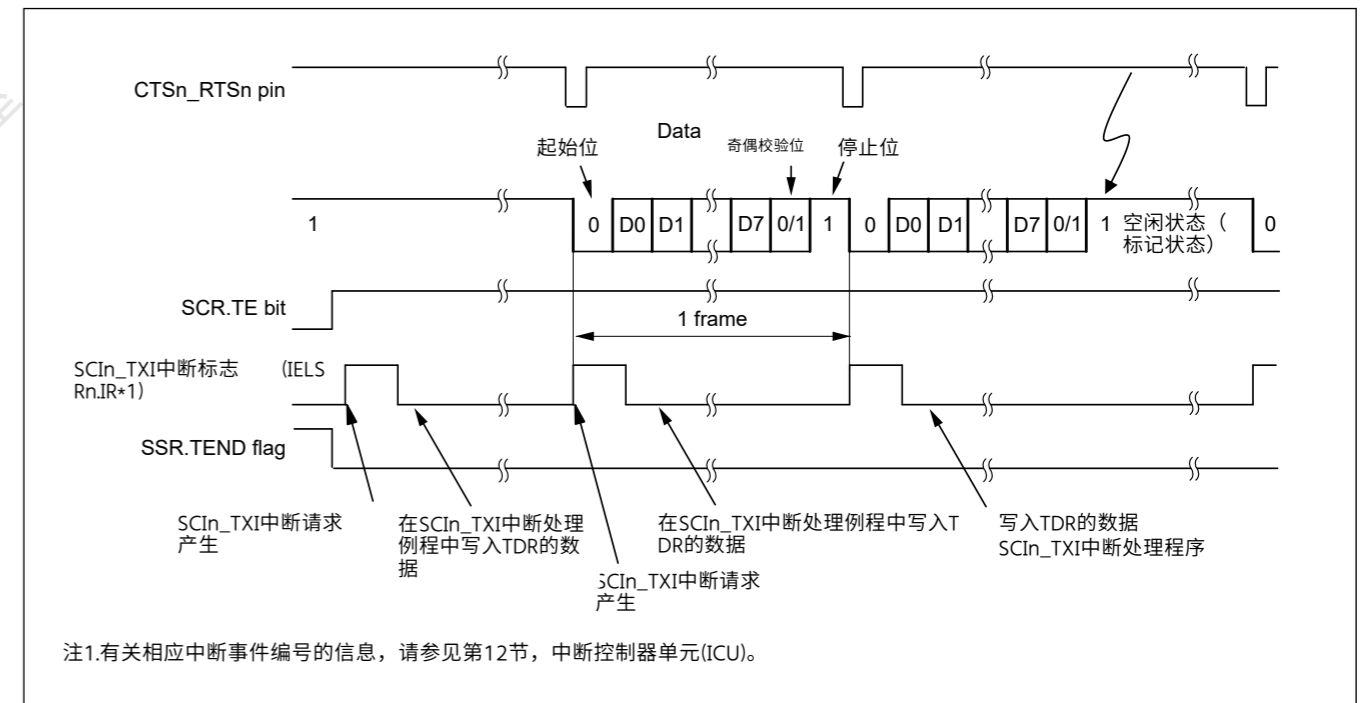
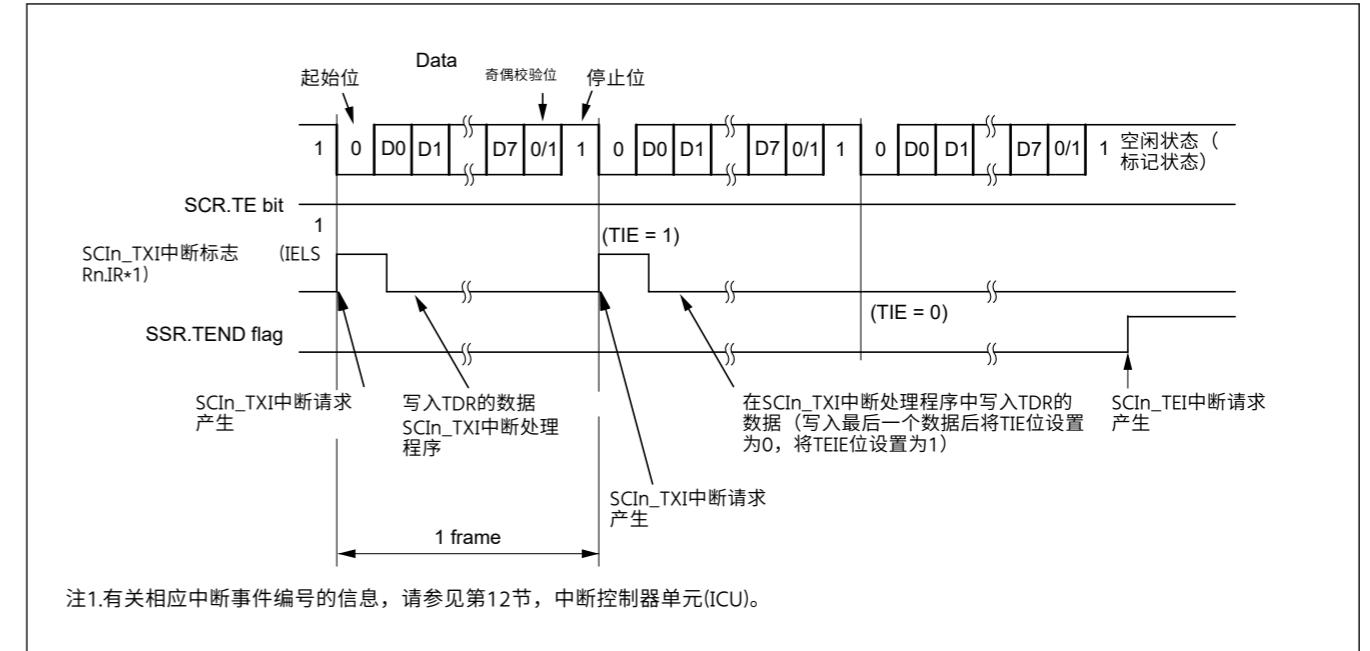

Figure 25.8 异步模式下串行传输的示例操作(2)使用8位数据、奇偶校验位、一个停止位、使用CTS功能以及在传输开始时
Figure 25.9 异步模式下串行传输的示例操作(3)使用8位数据、奇偶校验位、一个停止位、未使用CTS功能, 以及从传输中间到传输完成
(1)选择非FIFO图25.7、图25.8和图25.9显示了异步模式下的串行传输示例。
Figure 25.8 Example operation for serial transmission in asynchronous mode (2) with 8-bit data, parity bit, one stop bit, CTS function used, and at the beginning of transmission
Figure 25.9 Example operation for serial transmission in asynchronous mode (3) with 8-bit data, parity bit, one stop bit, CTS function not used, and from the middle of transmission until transmission completion